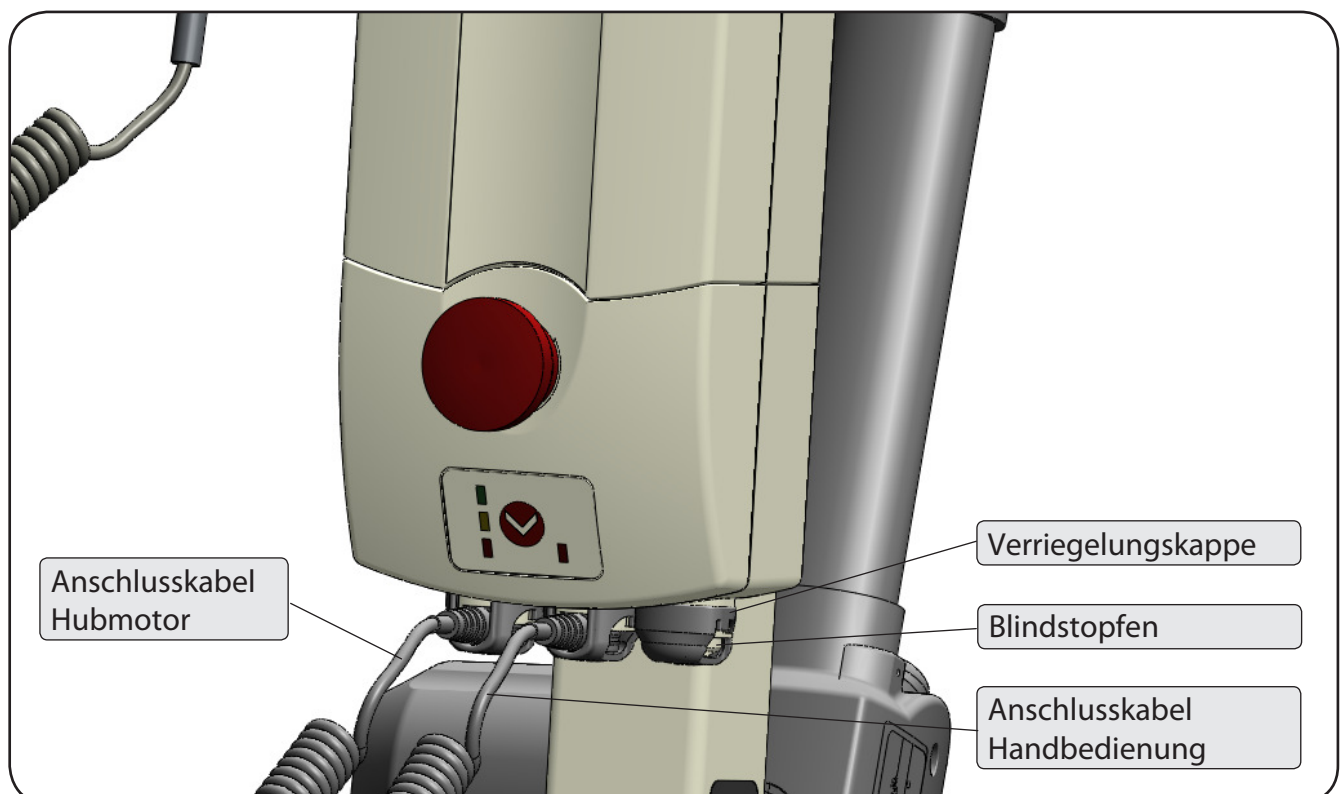

Abbildung 16
1. Überprüfen Sie die Steckverbindungen an der Steuereinheit wie in Abbildung 16 gezeigt.